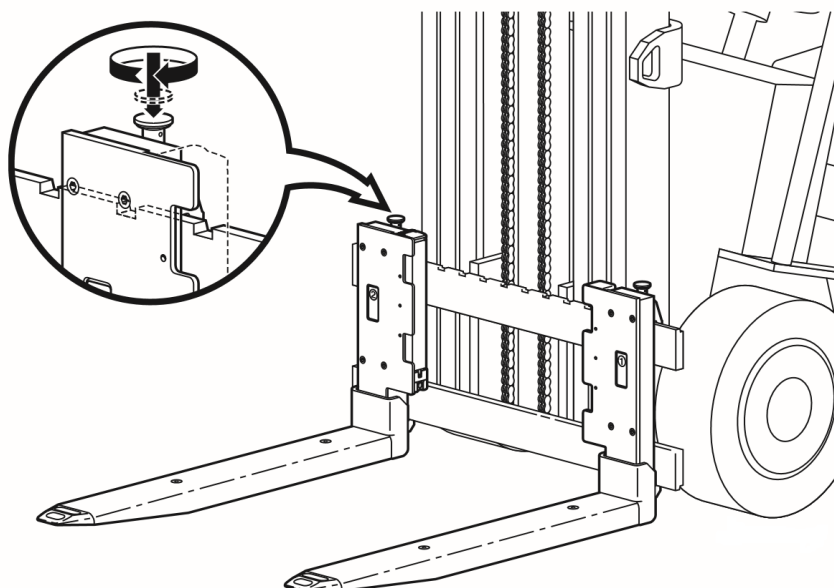

Рисунок 4.2
4.2.1 Распакуйте модуль и установите на каретку вилочного погрузчика (Рис. 4.2).